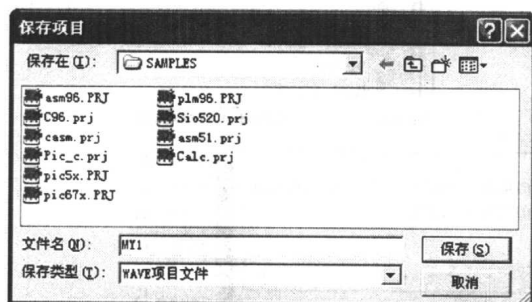

图 1-15
(3) 保存项目。如图 1-15 所示, 在保存项目对话框中输入项目名称。MY1 无须加后缀。软件会自动将后缀设成“.PRJ”。按保存键将项目存在与你的源程序相同的文件夹下。